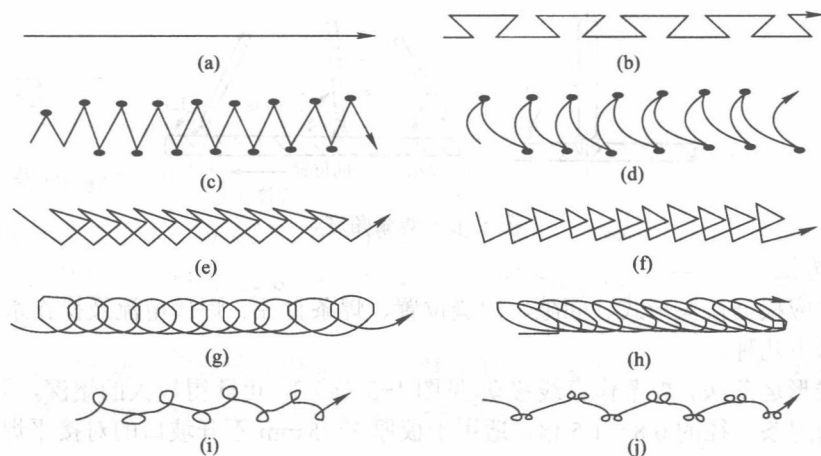

图 1-5 运条方法
(1) 直线形运条法。焊条作直线移动[见图 1-5 (a)], 可获得较大的熔深, 但熔宽较窄。焊缝的宽度为焊条直径的 0.8~1.5 倍。适用于板厚 3~5 mm 不开坡口的对接平焊、多层焊的第一层及多层多道焊。
(2) 直线往复运条法。焊条末端沿焊缝作直线形来回摆动[见图 1-5 (b)]。这种方法的焊接速度快、焊缝窄, 散热快, 适用于间隙较大的多层焊的第一层焊缝和单面焊双面成形焊法的第二层焊缝。
(3) 锯齿形运条法。焊条末端作锯齿形连续摆动[见图 1-5 (c)], 并向前移动, 而且在两侧稍停顿(电弧在两侧停顿的时间为在中间部位的 2 倍)。摆动的目的是控制熔池温度, 防止金属下流和得到必要的焊缝宽度。此法操作容易, 应用较广, 适用于平焊、立焊、仰焊的对接焊缝及角接立焊缝的焊接。
(4) 月牙形运条法。焊条末端沿焊接方向作月牙形左右摆动[见图 1-5 (d)], 在两侧稍作停留, 以防咬边。应用范围与锯齿形运条法相同。该法具有保温时间长、易使气体析出和熔渣上浮的优点。
(5) 三角形运条法。焊条末端作连续的三角形运动, 并不断向前移动。按摆动形式不同, 又可分为斜三角形[见图 1-5 (e)]和正三角形[见图 1-5 (f)]两种。斜三角形运条法适用于平、仰位置的 T 形接头焊缝的有坡口横焊缝, 它的优点是能够借焊条的摆动来控制熔化金属, 促使焊缝成形良好。正三角运条法只适用于开坡口的对接接头和 T 形接头的立焊, 它的特点是一次可焊出较厚的焊缝断面, 焊缝不易产生夹渣。
(6) 圆圈形运条法。焊条末端连续作正圆圈形[见图 1-5 (g)]或斜圆圈形[见图 1-5 (h)]运动, 并不断进行前移。正圆圈运条法只适用于焊接厚焊件的平焊缝, 它的优点是熔池存在时间长, 有利于熔池中的气体析出和熔渣上浮。斜圆圈运条法适用于 T 形接头的平、仰焊缝和对接接头的横焊缝及斜焊缝的焊接。
(7) 8 字运条法。焊条末端连续作 8 字形运动[见图 1-5 (i)、(j)], 并不断前移。这样运条的优点是保证焊缝两侧充分加热, 使之熔化均匀, 保证焊透。它适用于厚板有坡口的对接焊缝。